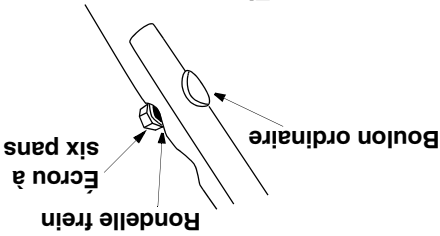

Figure 4
- 2. Attachez le guidon supérieur sur le guidon inférieur avec des boulons ordinaires, des rondelle freins et des écrou à six pans. Voir la Figure 4. La tête du boulon ordinaire doit être sur l'extérieur du guidon.